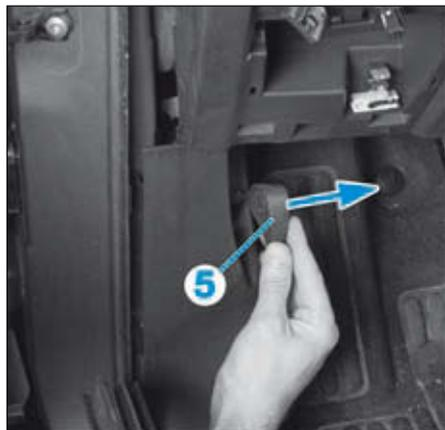

FIG.23
• Dégrafer la tirette d'ouverture du capot (5) (flèche) pour la déposer (Fig.23).
- Dégrafer la tirette d'ouverture du capot (5) (flèche) pour la déposer (Fig.23).
• Dégraffer la tirette d'ouverture du capot (5) (flèche) pour la déposer (Fig.23).